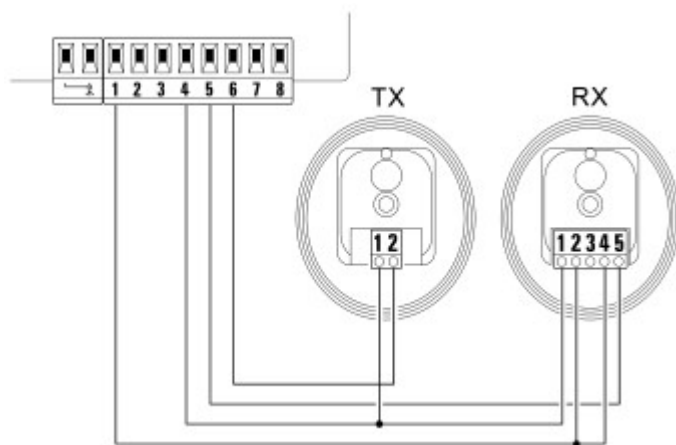

Fig. 31
- **Collegamento con funzione "Fototest" (fig. 31 – 32):**